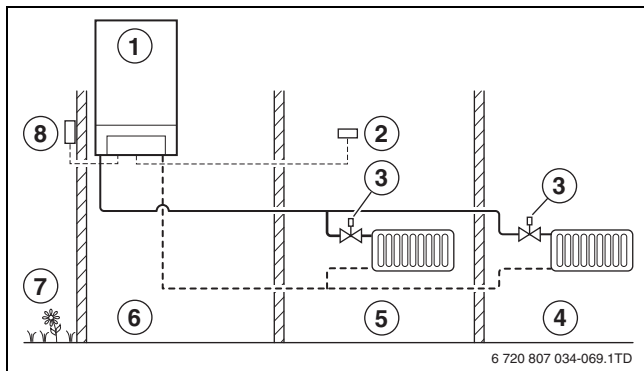

Bild 24 Regelprinzip der Außentemperaturgeführten Regelung
- Bei der witterungsabhängigen Regelung wird die Temperatur in allen Räumen von thermostatische Heizkörperventile geregelt. Der Installationsort der Regelung kann frei gewählt werden (→ Bild 24).